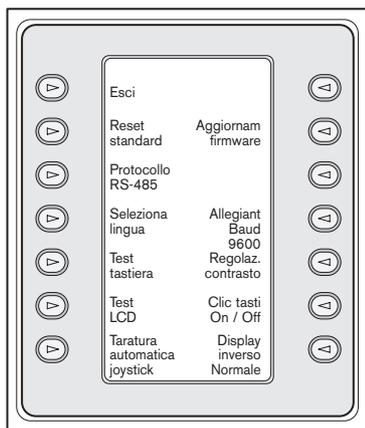

FIGURA 3-3 Menu di controllo della tastiera
3. Il display visualizza il menu principale *Controllo tastiera (Keyboard Control, FIGURA 3-3)*. Di seguito è fornita la descrizione delle opzioni del menu di controllo della tastiera.